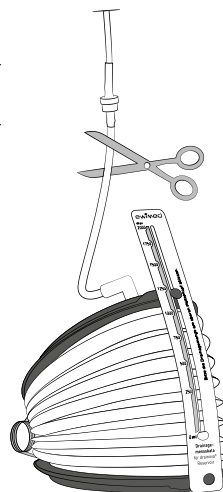

Fig. 1
- Coupez maintenant le tuyau sous le clapet anti-retour\* (Fig.1). Jetez la section de tuyau coupée avec le clamp et la goupille de fixation. Si nécessaire, utilisez le chiffon fourni. Pour évacuer le liquide du réservoir dans les WC, positionnez le bout du tuyau restant de manière à ce que l'ouverture du tuyau soit au-dessus des WC (orientée vers le bas).